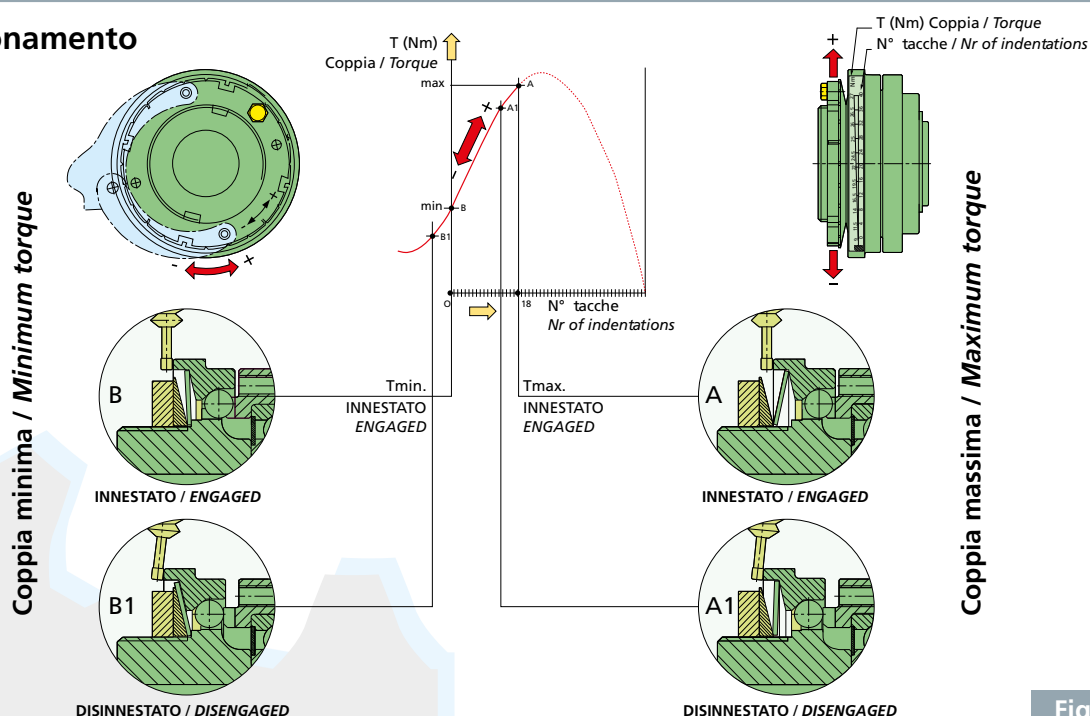

Fig. 1
Durante il servizio normale il limitatore di coppia ZBC - NBC (fig.2) trasmette la coppia dal mozzo (1) alla flangia (3) attraverso la corona di sfere (4) costrette dalla pressione delle molle a tazza (6) sulla flangia mobile (2) dentro sedi ricavate sulle parti (1) e (3). In caso di sovraccarico, quando la coppia richiesta supera il valore prearato, le sfere sono spinte fuori dalle sedi della flangia (3): le due parti (1) e (3) si sganciano trasmettendo una coppia residua molto bassa, e la parte mobile (2) vincendo la spinta delle molle a tazza (6), aziona l'interruttore (9) che comanda l'arresto di emergenza del motore. Il reinserimento è automatico al valore di coppia prearato quando il sovraccarico cessa. Nella versione SYNCHRON il reinserimento avviene da fermo o a velocità basse dopo 360° dal distacco, così da rispettare il sincronismo tra la flangia (3) e il mozzo (1). Le molle a tazza lavorano nel solo campo negativo della curva (fig.1) e quindi la ghiera di regolazione (7), ruotata in senso antiorario fornisce un carico crescente alle molle a tazza (6) e quindi una coppia di intervento maggiore. La ghiera (7) è mantenuta in posizione dal bloccaggio della vite di fermo (8). ZBC porta 8 fori filettati di fissaggio e un cuscinetto per servizio pesante, NBC 6 fori filettati di fissaggio e un cuscinetto per servizio leggero.
The SYNCHRON type re-engages during stoppage or at low speed once per revolution at a reference point and keep the hub (1) and the flange (3) of the torque limiter synchronised. The disc springs are working only in the negative area of their characteristics (fig.1), so the adjustment nut (7), when tightened anticlockwise, provides an increasing axial load to the disc springs (6) and a higher disengaging torque: when the pre-set torque level is reached the nut (7) is locked in position by means of the locking screw (8). ZBC holds 8 fixing threaded holes and a heavy duty bearing, NBC 6 fixing threaded holes and a light duty bearing.